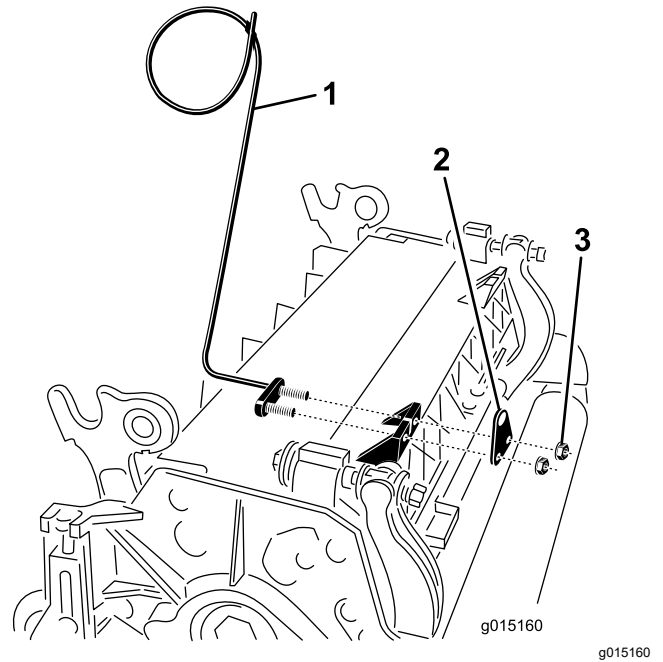
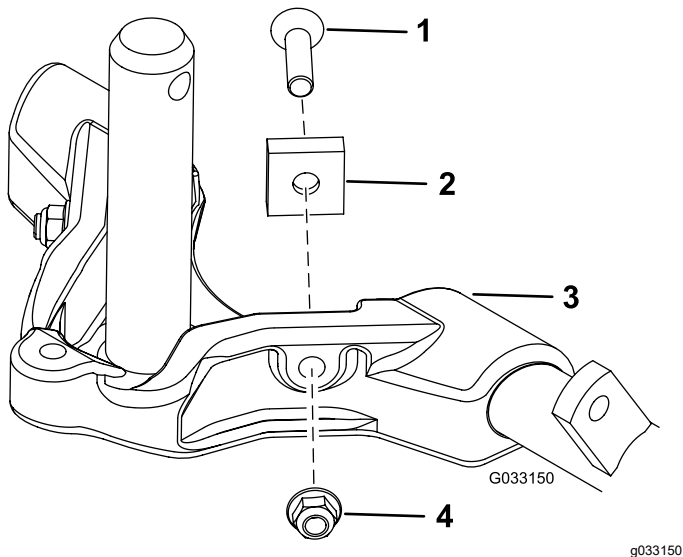

**Bild 12**
**Bild 14**
**Wichtig:** Montieren Sie an den Schneideinheiten Nr. 4 (vorne links) und Nr. 5 (vorne rechts) die Schlauchführungen mit den Befestigungsmuttern der Stangenhalterung vorne an den Schneideeinheiten. Die Schlauchführungen sollten sich zur mittleren Schneideinheit neigen (**Bild 12** bis **Bild 14**).
7. Verbessern Sie die Lenkung an den Heckschneideeinheiten, indem Sie die zwei Gelenkdistanzstücke, Sechskantschrauben und Bundmuttern (Bild 15) von den Trägerrahmen der Heckschneideeinheiten (Schneideeinheiten Nr. 2 und Nr. 3) entfernen, siehe Bild 12.